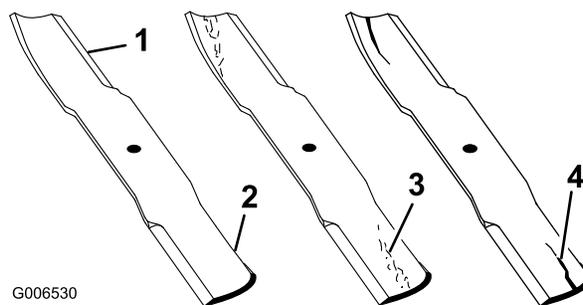

Figure 97
- Examinez le tranchant des lames (Figure 97). Si les lames coupent mal ou présentent des indentations, déposez-les et aiguisiez-les; voir Aiguisage des lames.
- Inspectez les lames, surtout la partie relevée (Figure 97). Remplacez immédiatement toute lame endommagée, usée ou qui présente une entaille (Figure 97).